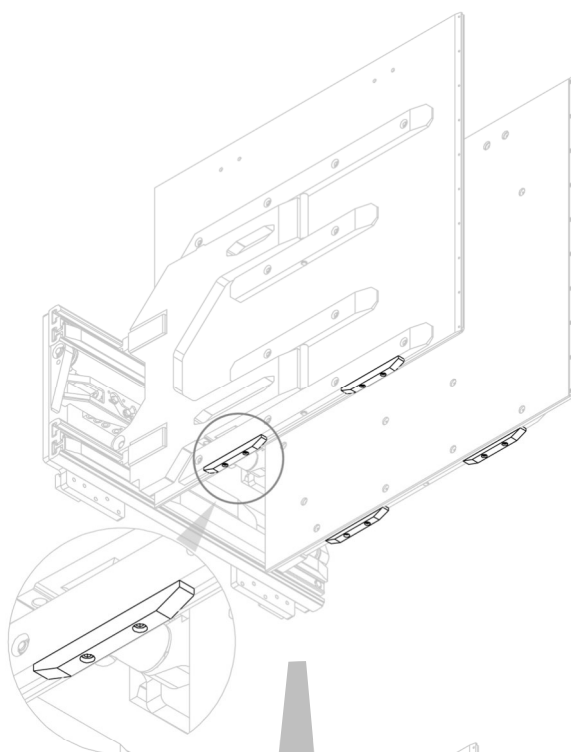
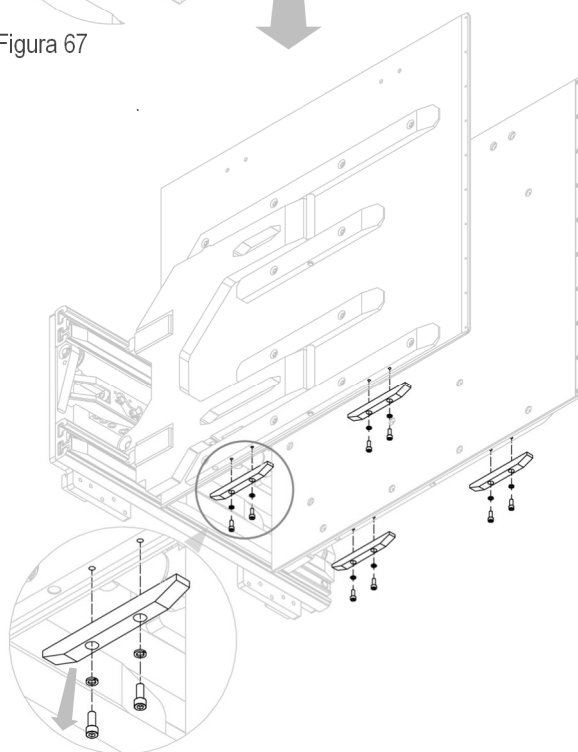

Figura 67
Figura 68
2. Extraer los patines inferiores antideslizamiento de ertalon desenroscando los tornillos correspondientes que los bloquean (ver *Figura 67* y *Figura 68*).